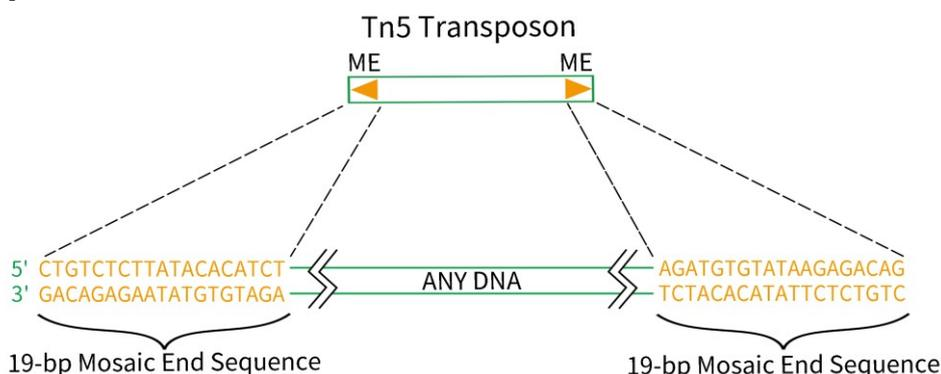

图2. Tn5转座子示意图。Tn5转座子其两端为19bp ME序列，ME序列可被BeyoNGS™ Tn5转座酶特异性识别。
- Tn5转座子的设计。Tn5转座子是两侧带有19bp ME序列的DNA片段，可以使用含有ME序列的上下游引物进行PCR合成。为了获得最佳的转座效率，在两端的PCR引物中需要添加一个5'磷酸基团。典型的Tn5转座子参考图2。